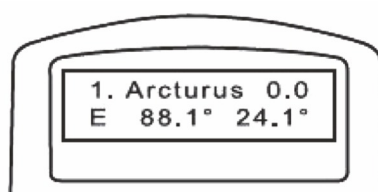

Рис. 40
4. Пульт управления вычисляет и создает список звезд, расположенных на выбранном секторе небесной сферы с блеском менее 1,5 звездной величины, в порядке от самой яркой звезды до самой слабой. При этом все звезды и планеты, находящиеся ниже 10 и выше 75 градусов над уровнем горизонта, в список не включены. Название и звездная величина звезды для позиционирования отображается в первой строке на ЖК-экране пульта управления. Приблизительное местоположение объекта отображается во второй строке пульта. Например, если в качестве объекта для позиционирования предлагается звезда Арктур (Arcturus), на ЖК-экране пульта управления отображается ее звездная величина 0,0, и координаты 88,1 градус по азимуту и 24,1 градус по высоте от линии горизонта, как показано на рис. 40. Для продолжения, нажмите клавишу «ENTER».